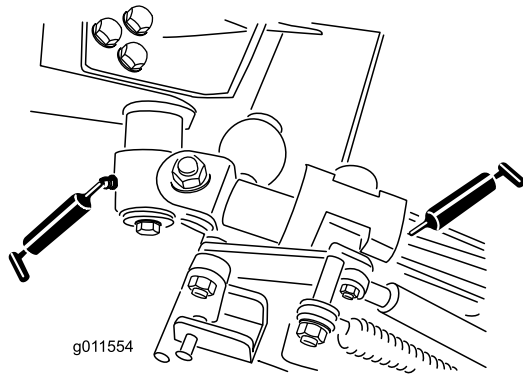

Figure 52
- 2 bagues de pivot d'axe coudé (Figure 52)
- 4 bagues de bras arrière (Figure 52)